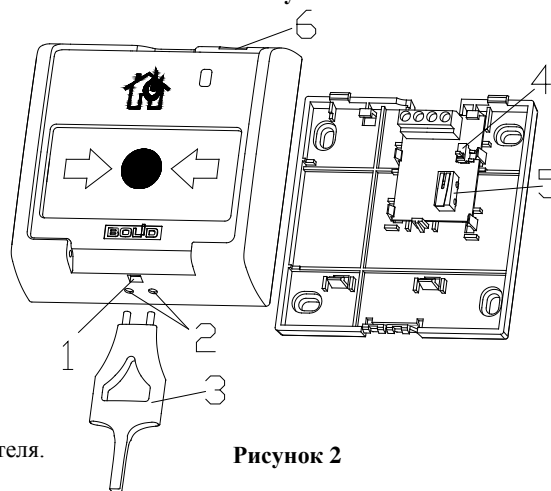

Рисунок 2
**Присвоение адреса.** Извещатель со вскрытым корпусом подключить к шлейфу 1-го типа блока «Сигнал-10», находящемуся в состоянии «Снят», или к источнику питания напряжением от 10 В до 12 В. Через 6 секунд четырёхкратное мигание светодиода с периодом 1 секунда будет означать готовность к приёму адреса. Нажать на детектор вскрытия корпуса (см. рис.2 позиция 4). Отпустить после того, как светодиод засветится. Нажать на детектор вскрытия корпуса число раз, соответствующее нужному адресу (от 1 до 10). Через 5 секунд светодиод мигнёт число раз, соответствующее присвоенному адресу, и засветится на 0,5 секунды.